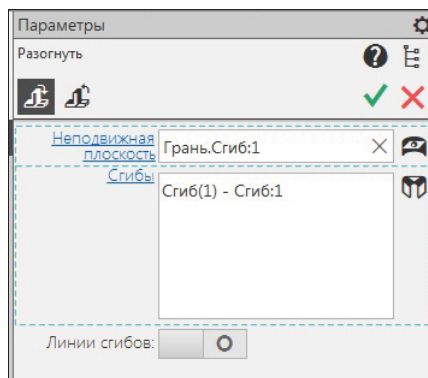

Рис. 29.25. Панель **Параметры: Разогнуть**
- ◆ вызовите команду **Разогнуть**. На панели **Параметры: Разогнуть** (рис. 29.25) в заголовке присутствует команда **Согнуть** и элементы ввода для разгибания. Обратите внимание на переключатель **Линии сгибов**. С его помощью осуществляется включение/выключение создания линий сгибов. По умолчанию переключатель стоит в положении **Отключено**. Поставьте переключатель в положение **1** (включено). При необходимости линии сгиба могут участвовать в операциях так же, как другие прямолинейные объекты. Например, их можно использовать при простановке размеров;